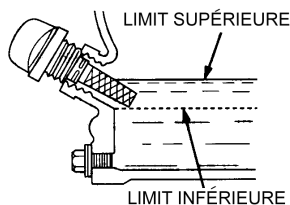

Figure 5. Jauge d'huile à moteur (niveau d'huile)
4. Si le niveau d'huile est bas (figure 5), remplir jusqu'au bord du trou de remplissage d'huile avec le type d'huile recommandé (tableau 4). Se référer au tableau 2 pour connaître la capacité maximale en huile du moteur.